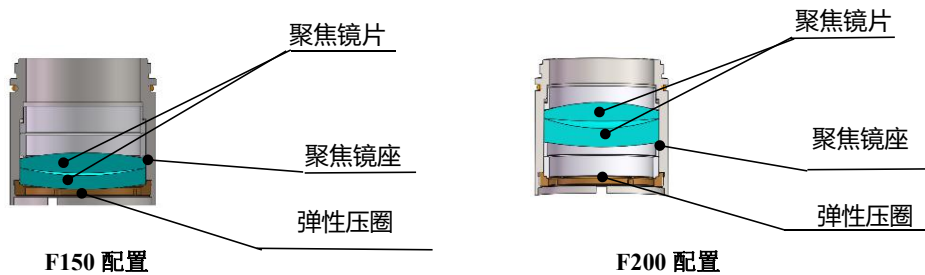

图 4.6— 聚焦镜片安装示意图
- 按图 4.6 所示方向将聚焦镜片和弹簧压圈小心地安放到镜座内，适当用力旋紧压圈；